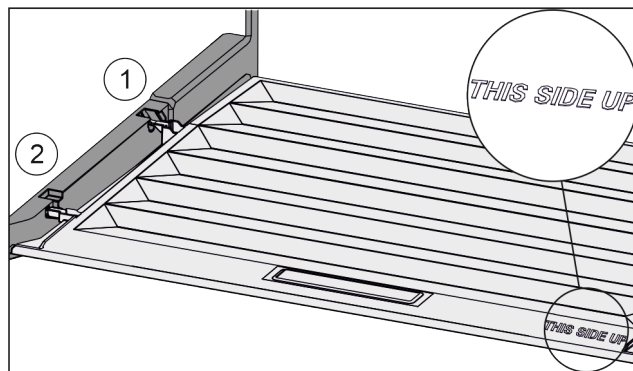

Fig. 110
- ▶ Пъхнете шийките на капака през отвора в задния държач *Fig. 110 (1)* и фиксирайте отпред в държача *Fig. 110 (2)*.